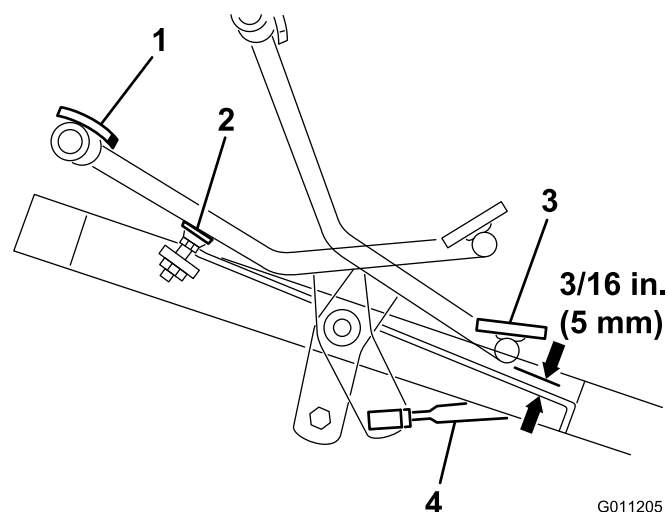

Figura 44
1. Premete completamente in avanti il pedale di comando della trazione fino a estrarre completamente la bobina della valvola della sezione N. 5. Il pedale dovrebbe contattare il fermo del pedale (Figura 44).
2. Controllate la distanza tra la base del pedale e il poggiapiedi come illustrato nella Figura 44. La distanza dovrebbe essere circa 5 mm. Qualora risultasse maggiore o minore di 5 mm, è necessario regolare l'asta di comando della trazione. Procedete come indicato di seguito:
- A. Rimuovete il controdado e il giunto a sfera che fissa l'asta di comando (Figura 44) al perno dell'albero della trazione.